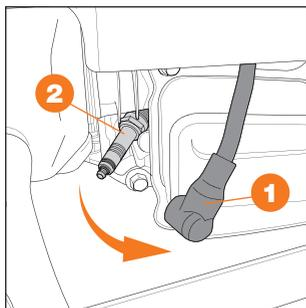

Рис. 37
- Снимите свечной колпачок **1** (Рис. 37).